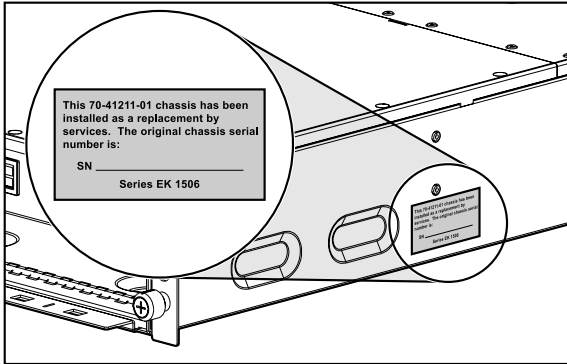

Afbeelding 11: Installeren van de Fibre Channel I/O-module
1. Schuif de Fibre Channel I/O-module in de inbouwpositie totdat deze op zijn plaats vastklikt, zoals weergegeven in Afbeelding 11.